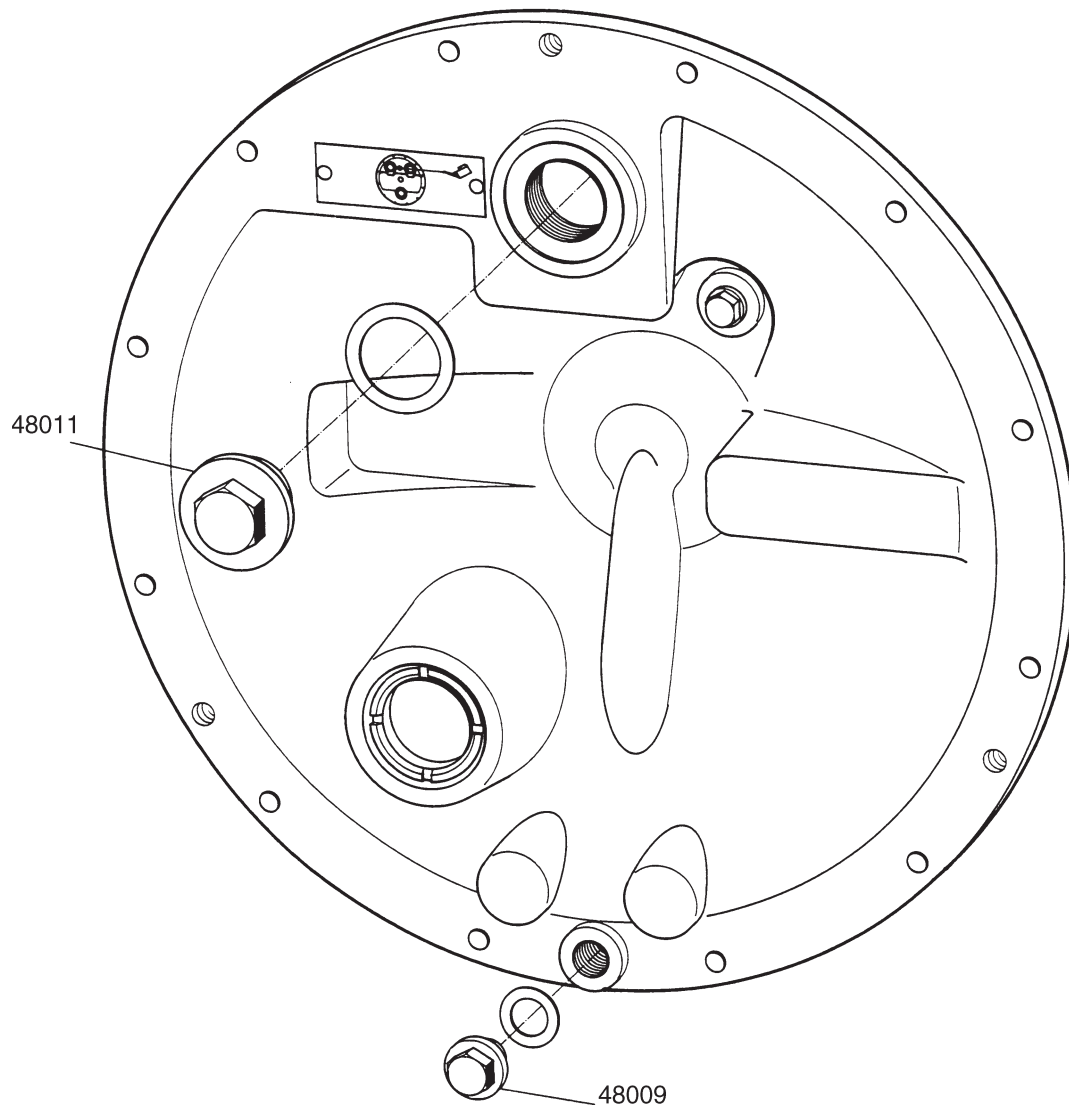

Fig. 5-5
- Verschlusschrauben (48009/48011) entfernen und Schmieröl ablassen (s. Fig. 5-5).
- Remove the screw plugs (48009/48011) and drain the lubricating oil (see fig. 5-5).